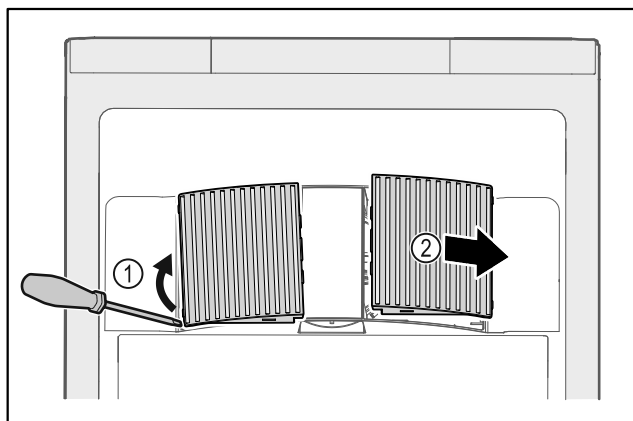

Fig. 58
- ▶ Кожух вентилятора обережно підважити зі сторони Fig. 58 (1) і витягнути рухом вперед Fig. 58 (2).